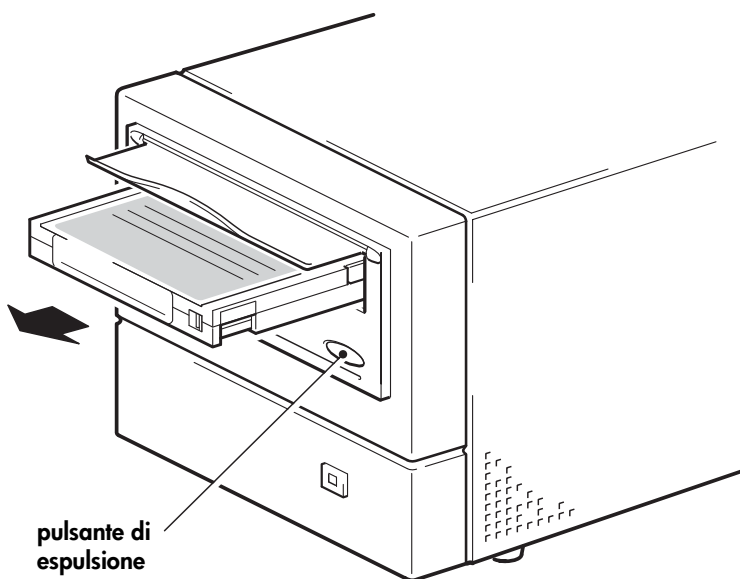

Figura 7b: rimozione di una cartuccia
- 1 Premere il pulsante di espulsione sul pannello anteriore (vedere la figura 7b).